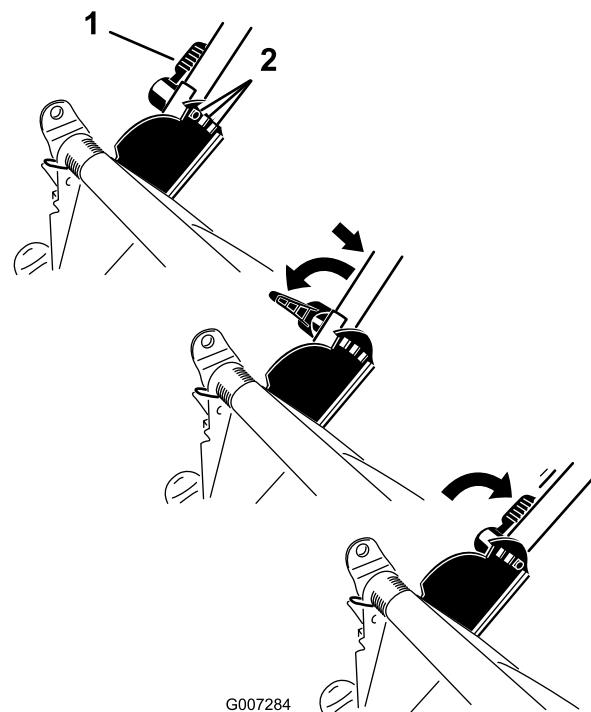

**Figura 11**
**Nota:** Para elevar el cortacésped, mueva las 4 palancas de altura de corte hacia adelante; para bajar el cortacésped, muévalas todas hacia atrás (Figura 11).